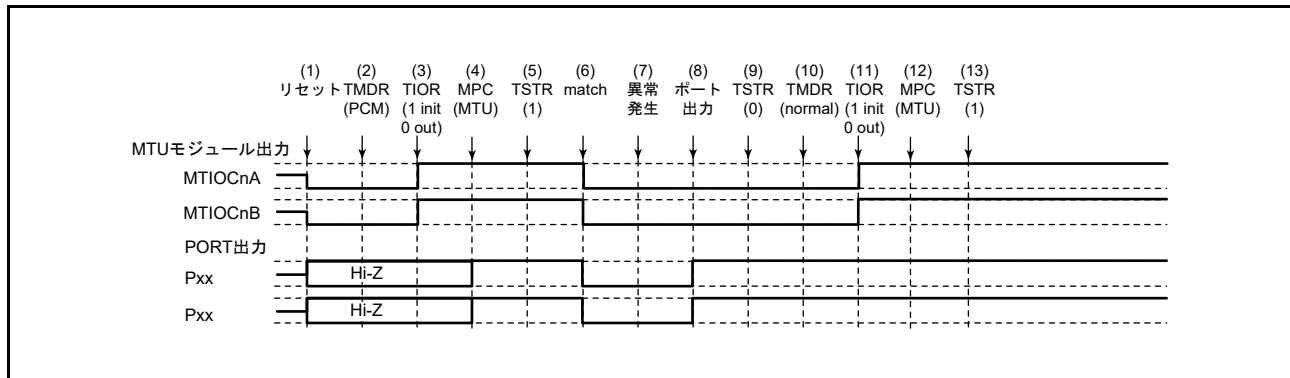

図 22.143 位相計数モードで異常が発生し、ノーマルモードで復帰する場合
位相計数モードで異常が発生し、再設定後ノーマルモードで再スタートする場合の説明図を図 22.143 に示します。
(1) ～ (9) は図 22.143 と共通です。
(10) PWM モード 1 を設定します。
(11) TIOR レジスタで端子を初期化してください。なお、PWM モード 1 では MTIOCnB (MTIOCnD) 端子に波形が出力されません。出力すべきレベルがある場合は、I/O ポートのポート方向レジスタ (PDR)、ポート出力データレジスタ (PODR) で汎用出力ポートの設定をしてください。
(12) MPC と I/O ポートのポートモードレジスタ (PMR) で MTU 出力としてください。
(13) TSTR レジスタで再スタートします。
(19) 位相計数モードで動作中に異常が発生し、PWM モード 2 で再スタートする場合の動作
(10) PWM モード 2 を設定します。
(20) 位相計数モードで動作中に異常が発生し、位相計数モードで再スタートする場合の動作
(10) 位相計数モードで再スタートする場合には必要ありません。
(11) TIOR レジスタで端子を初期化してください。
(21) 相補 PWM モードで動作中に異常が発生し、ノーマルモードで再スタートする場合の動作